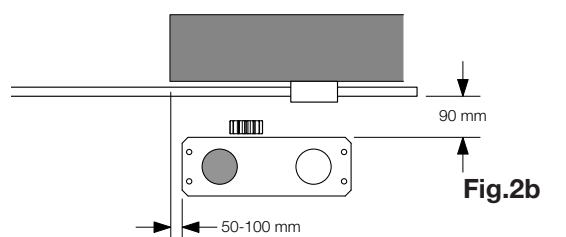

Fig.2b
- Fig. 2b installazione con motore a destra